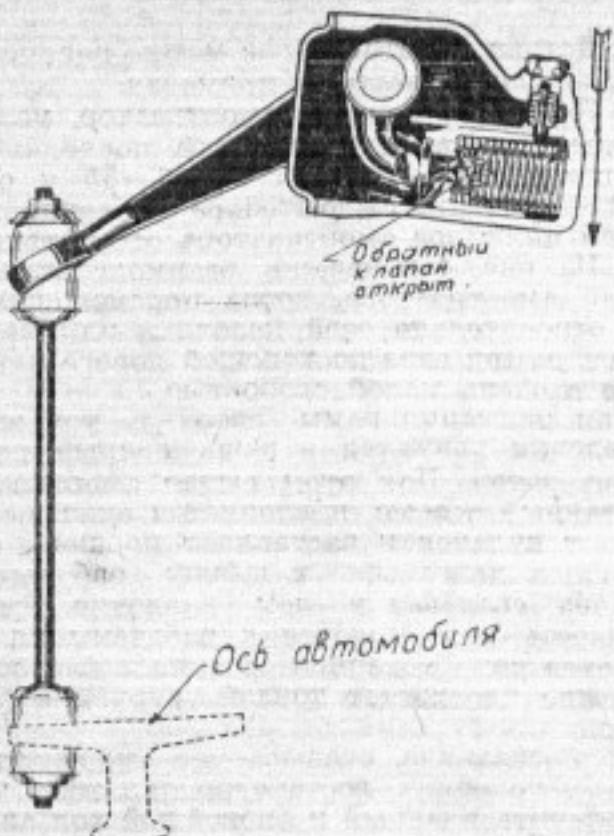

Рис. 6. Действие обратного клапана при движении рамы вниз
4. На рис. 6 показано взаимодействие деталей амортизатора во время приближения рамы к осям, когда амортизатор не оказывает сопротивления и имеет, таким образом, холостой ход.